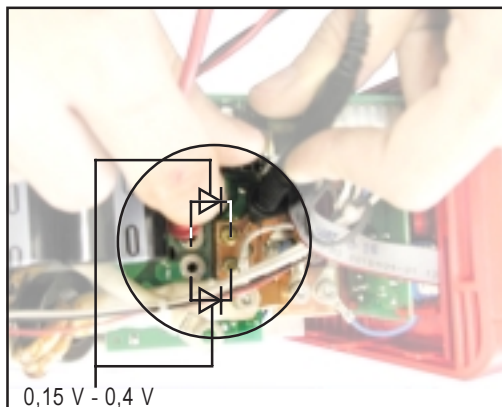

Abb.20 Diodenstrecke an der Sekundärdiode messen
- Diodenstrecken gemäß Abb.20 mit Diodenprüfgerät (z.B. Multimeter mit Diodenprüffunktion) in Dioden-Durchlaßrichtung messen